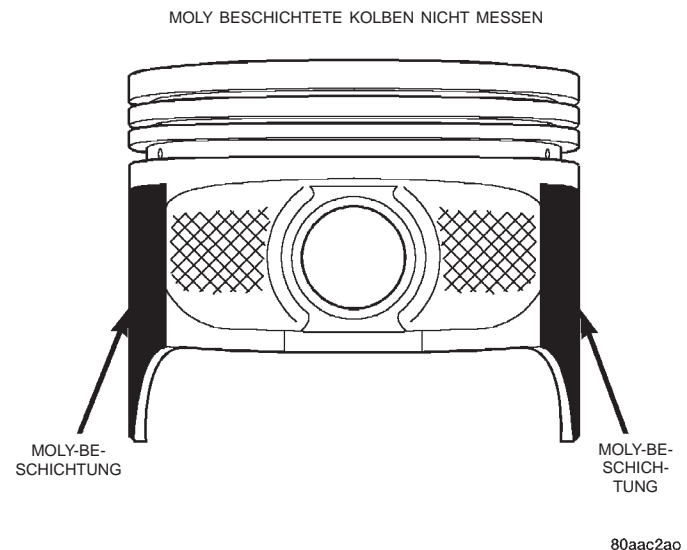

Abb. 3 Moly beschichteter Kolben
(4) Das Beschichtungsmaterial wird nach der End- bearbeitung des Kolbens aufgetragen. Die Messung des Außendurchmessers eines beschichteten Kolbens führt zu ungenauen Ergebnissen (Abb. 3). Deshalb ist die Messung des Innendurchmessers mit einer Meßuhr **UNBEDINGT ERFORDERLICH**. Zur Ermittlung der korrekten Kolbengröße ist eine Meßuhr mit einer Ablesegenauigkeit von 0,003 mm (0,0001 Zoll) erforderlich.
(5) Der Einbau des Kolbens in den Zylinder erfor- dert etwas mehr Druck als der Einbau eines nichtbe- schichteten Kolbens. Die Beschichtung auf dem Kolben vermittelt den Eindruck, als ob der Kolben genau in der Zylinderbohrung paßt (Preßpassung).